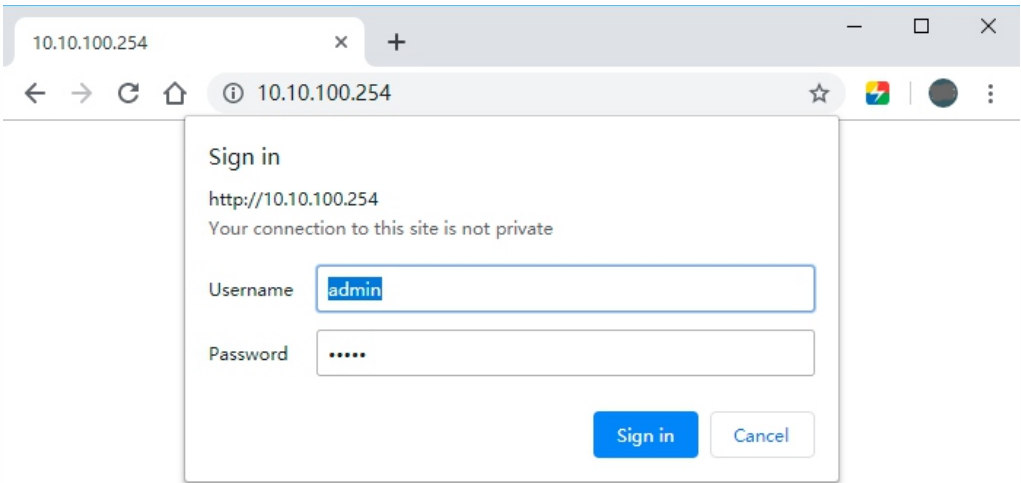

Рисунок 1-8
**Шаг 3.** Подключите ПК к модулю C215: Используйте ПК для подключения сигнала «USR-C215» (пароль не требуется). После подключения откройте браузер и введите IP-адрес «10.10.100.254», затем нажмите клавишу Enter на клавиатуре. Затем введите имя пользователя и пароль для входа в систему. Имя пользователя и пароль — «admin». (рис. 1-8).